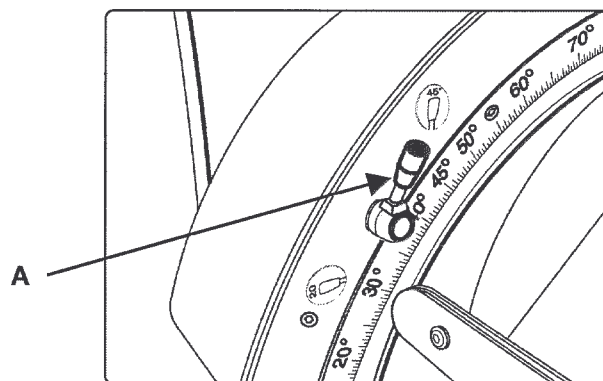

Fig. 08-03
**NB.** La possibilità di effettuare tagli a 45° o 20° é data dal conseguente posizionamento delle battute manuali fisse rif."A"- Fig. 08-03.